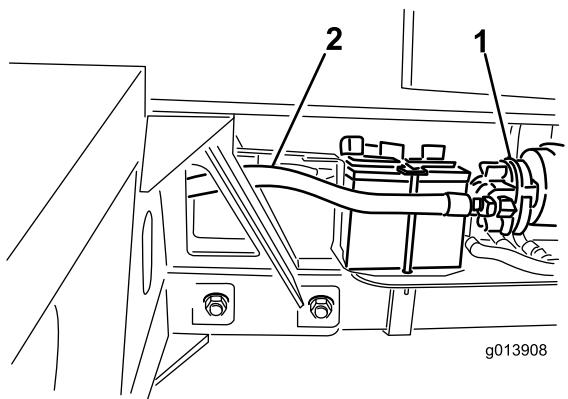

図 12
38. 油圧ホース #4 を油圧ポンプの吸い込み側に接続する図 12。